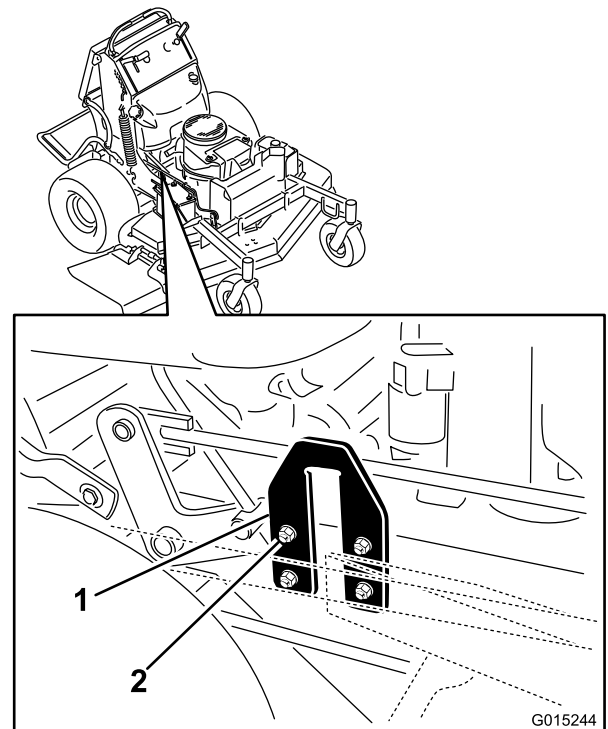

Figure 85
2. Trouvez les plaques en U sur le côté du plancher moteur (Figure 85).
3. Desserrez un côté de la plaque en U et montez ou abaissez la plaque pour réduire la différence entre les valeurs mesurées en **B** et **C** à 6 mm (1/4") maximum (Figure 85).